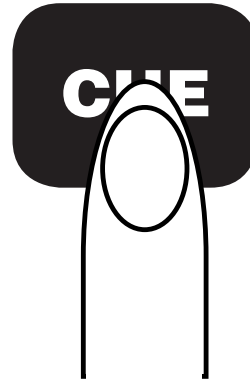

Fig. 11
- 2) Apriete el botón CUE durante la reproducción para volver al punto de partida del tema.(Back Cue) (Fig 11)